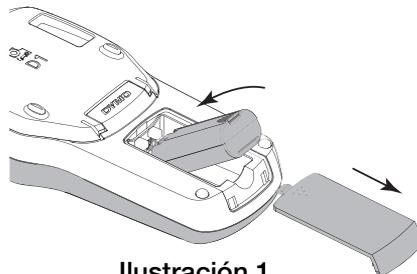

Ilustración 1
- 1 Retire la tapa del compartimento de la batería de la rotuladora. Vea la Ilustración 1.
- 2 Inserte la batería en el compartimento de la batería tal como se muestra en la Ilustración 1.
- 2 Deslice la tapa del compartimento de la batería de la rotuladora para abrirla. Vea la Ilustración 1.